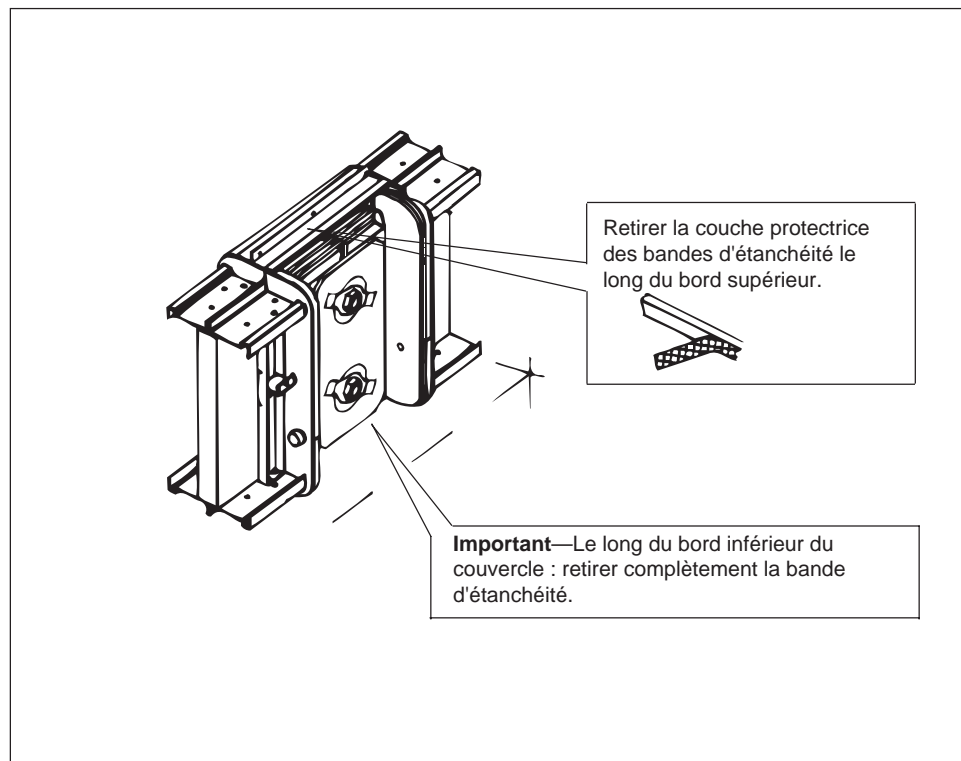

Figure 16
7. Exposer les bandes d'étanchéité du couvercle (figure 16). La bande d'étanchéité est au même niveau que le bord extérieur du couvercle de la jonction.